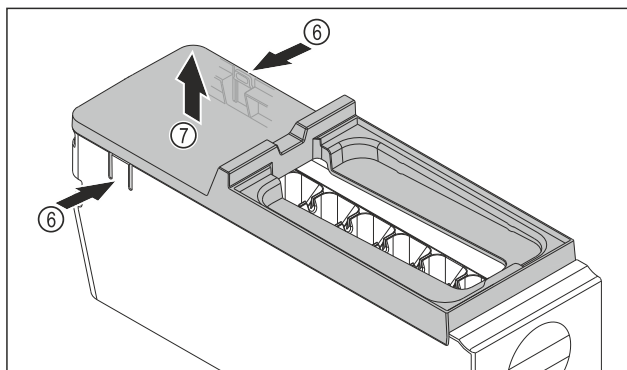

Fig. 118
- ▶ Rimuovere la copertura del corpo dell'EasyTwist-Ice: Con una mano, premere le linguette Fig. 118 (6) su entrambi i lati del corpo dell'EasyTwist-Ice.
- ▶ Con l'altra mano, estrarre verso l'alto la copertura Fig. 118 (7).